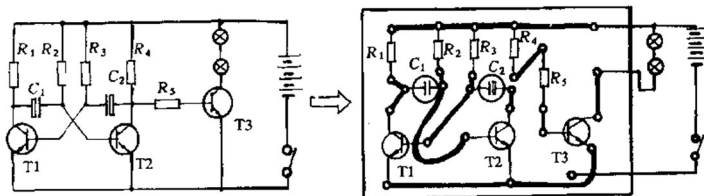

图 6-2-14 原理图与单线不交叉草图
(2) 元器件在纸上位置被安放后，开始布设印制导线，布设导线时，要尽量使走线短、少、疏。在此基础上，关键还要解决原理图中存在的交叉现象，如图 6-2-14 所示。在十分复杂的电路中，由于解决交叉现象而导致印制导线变得很长的情况而可能产生干扰时，可用“飞线”来解决。“飞线”即在印制导线的交叉处切断一根，从板的元件面用一短接线连接。但“飞线”过多，会影响印制板的质量，应尽量少用。